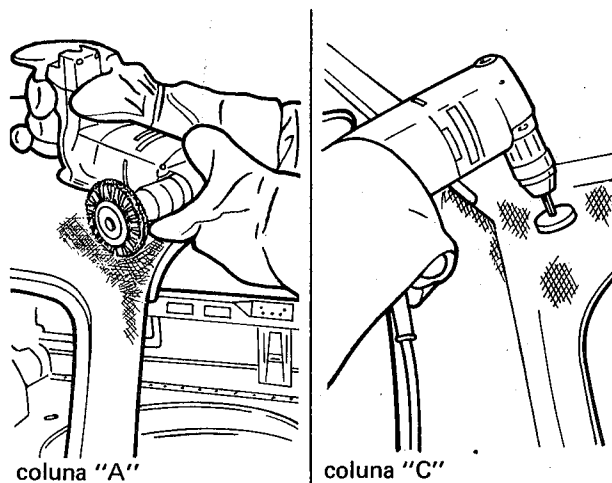

fig. 42
7. Lixar as áreas soldadas nas colunas "A" e "C" (fig. 42)